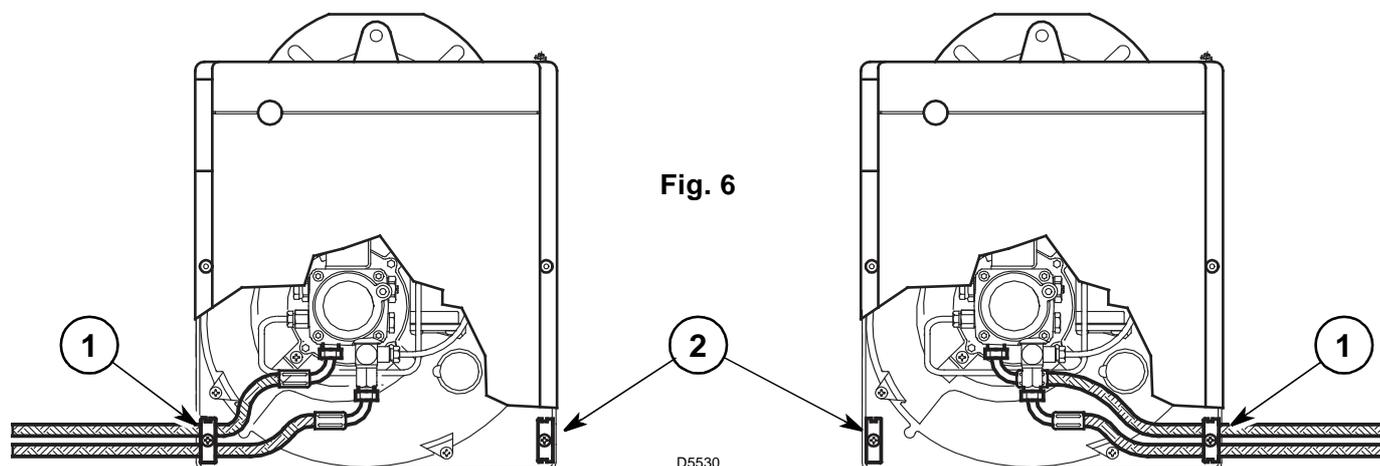

Fig. 6
Le brûleur est prééquipé pour recevoir les tubes d'alimentation du fioul des deux cotés. Selon que la sortie des flexibles est à droite ou à gauche, il peut y avoir lieu de changer l'emplacement de la plaque de fixation (1) avec celle d'obturation (2), (voir fig. 6).